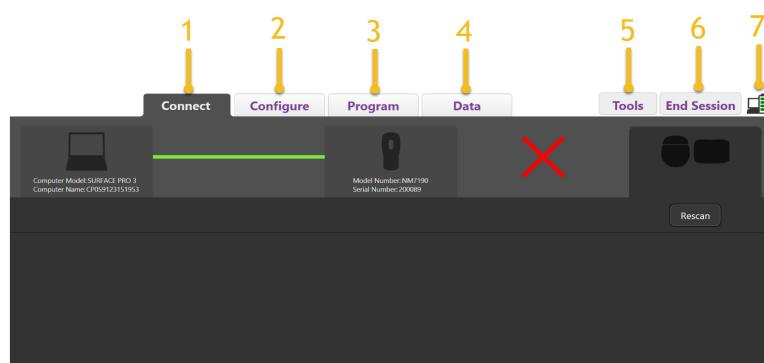

Figura 3. Scheda Connect (Connetti)
- All'avvio del Navigatore neurale Vercise, verrà visualizzata sulla schermata la **scheda Connect** (Connetti) e il software tenterà di connettersi automaticamente allo Stimolatore (Figura 3).